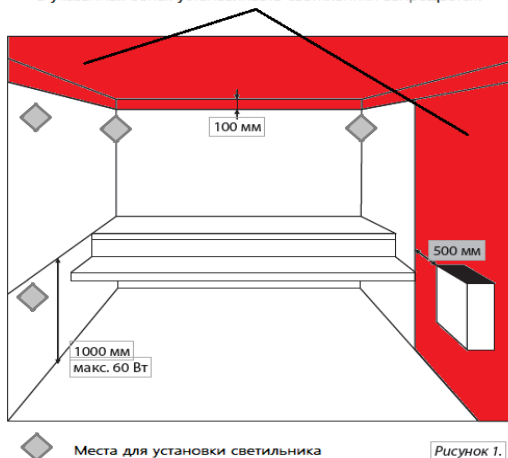

Рисунок 1.
- 4.6. При установке светильников в помещениях с высокими температурами и повышенным уровнем влажности необходимо учитывать следующие ограничения по установочным зонам (рисунок 1).